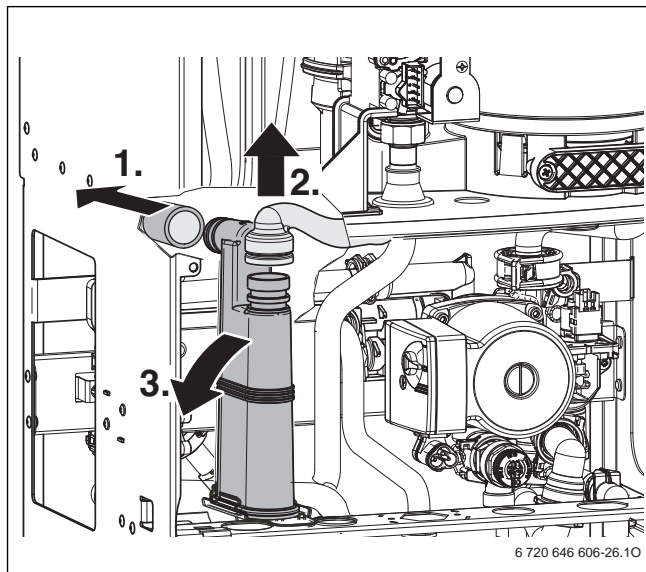

Рис. 52
- ▶ Демонтируйте конденсатный сифон (→рис. 52) и подставьте подходящую ёмкость.